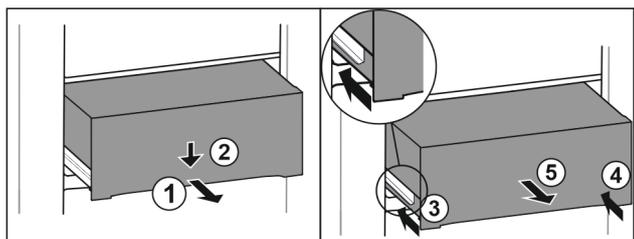

Fig. 129
- ▶ 将抽屉拉出一半。 Fig. 129 (1)
- ▶ 朝下按压正面的抽屉。 Fig. 129 (2)
- ▶ 将左侧轨道推入大约 2 cm。 Fig. 129 (3)
- ▶ 将右侧轨道推入大约 2 cm。 Fig. 129 (4)
- ▶ 朝前取出抽屉。 Fig. 129 (5)